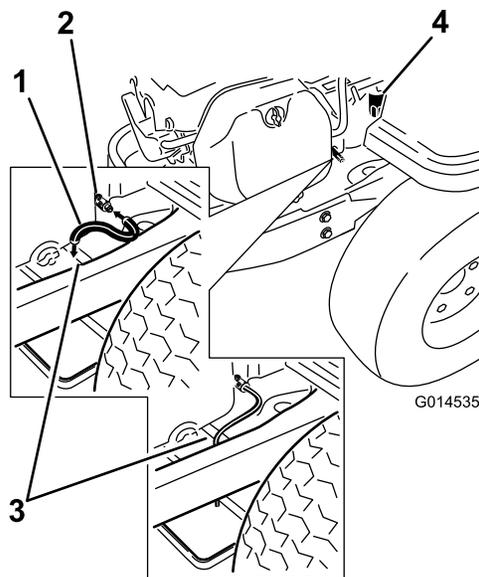

Figura 31
4. Limpie la zona alrededor de la válvula de vaciado del bastidor de la máquina. Localice el manguito de vaciado del aceite y deslícelo sobre la válvula de vaciado (Figura 31).
5. Pase el otro extremo del manguito de vaciado de aceite por encima del extremo del bastidor (Figura 31).